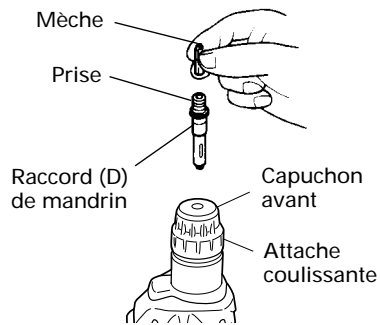

Fig. 11
- (1) Fixer le mandrin porte-foret sur le raccord.
- (2) L'élément de la tige SDS est identique au foret de perçage. Se reporter à "Montage du foret de perçage" pour le fixer.
4. Lors du vissage des vis machine (Fig. 11)
- Ne pas essayer d'utiliser le marteau rotatif en fonction de rotation et percussion lorsque l'adaptateur (D) de mandrin et la pièce sont attachés.
5. Enfoncement de vis à bois (Fig. 11)